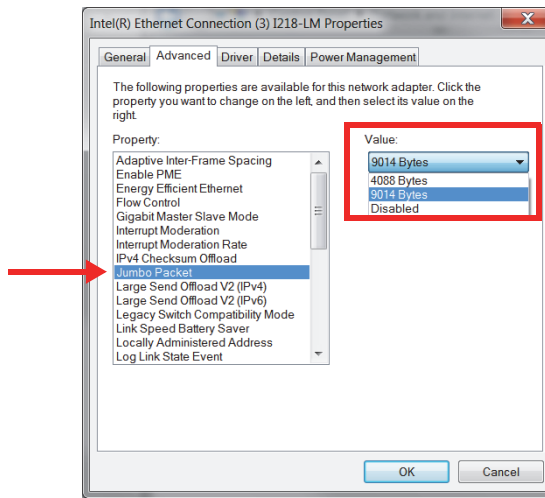

Рис. 1-8 Настройки во вкладке Advanced (Расшир.)
4. Во вкладке **Advanced** (Расшир.), в списке **Property** (Свойства), выберите **Jumbo Packet** или **Jumbo Frame** (Рис. 1-8 на стр. 32).